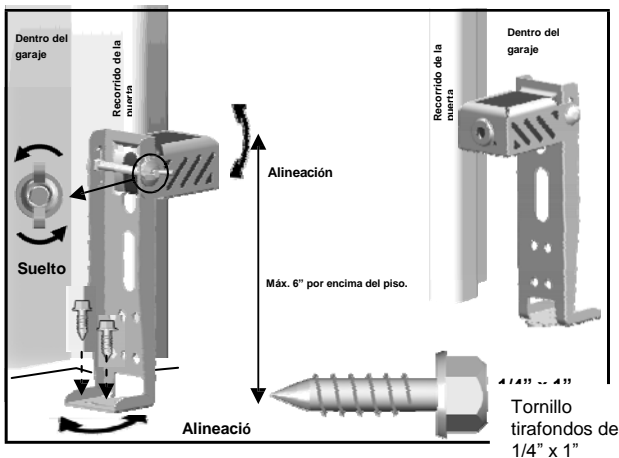

Fig. 2 (Montaje en el piso)
1. Coloque los sensores fotoeléctricos uno frente al otro en cada lado de la puerta del garaje, tal como se muestra en la Fig. 2.